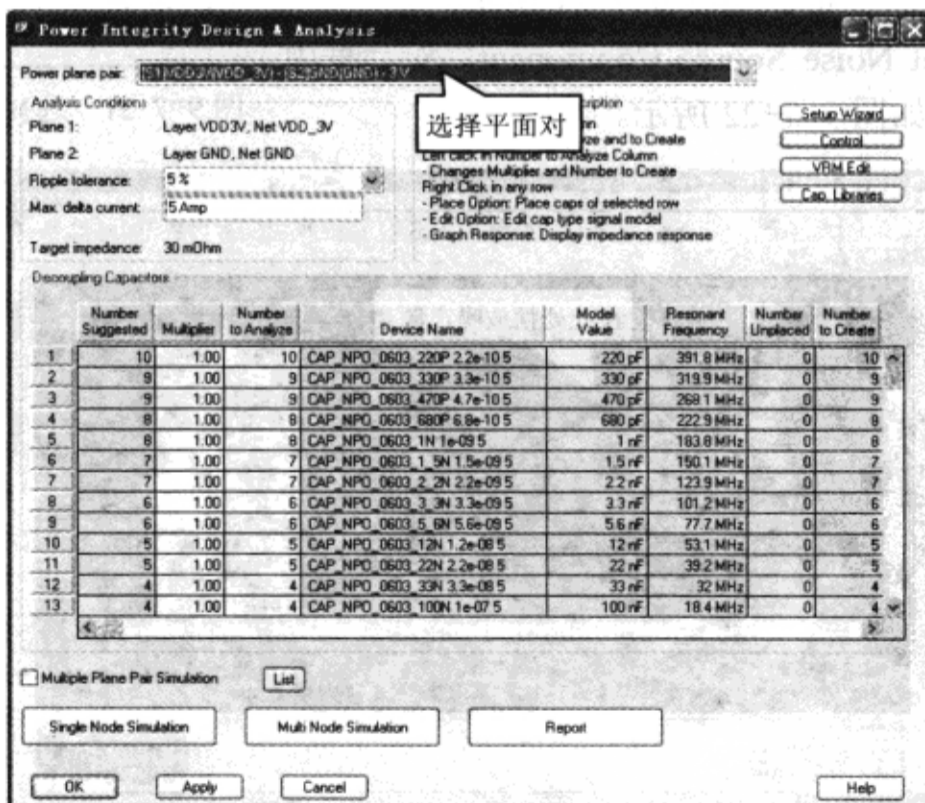

图 9-7-24 选择平面对
(1) 在“Power Integrity Design & Analysis”对话框中确保此时所选择的平面对为 [S1]VDD3(VDD\_3) - [S2]GND(GND) - 3V，如图 9-7-24 所示。